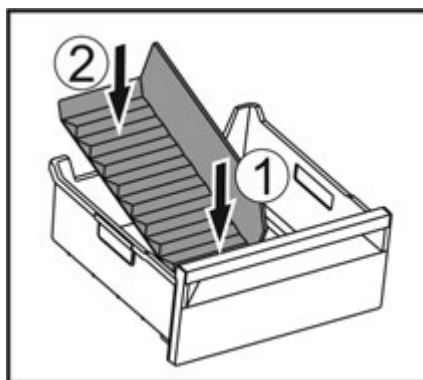

Fig. 68
- Вставити передню частину перегородки відділення для льоду. Fig. 68 (1)
- Опустити задню частину перегородки відділення до дна ящика для кубиків льоду. Fig. 68 (2)